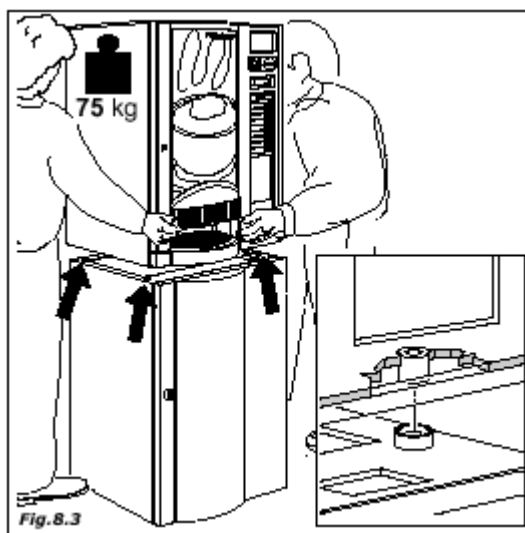

Fig. 8.3
- установите торговый автомат сверху, а затем совместите 4 винтовых отверстия с центровочными бусами (рис. 8.3).